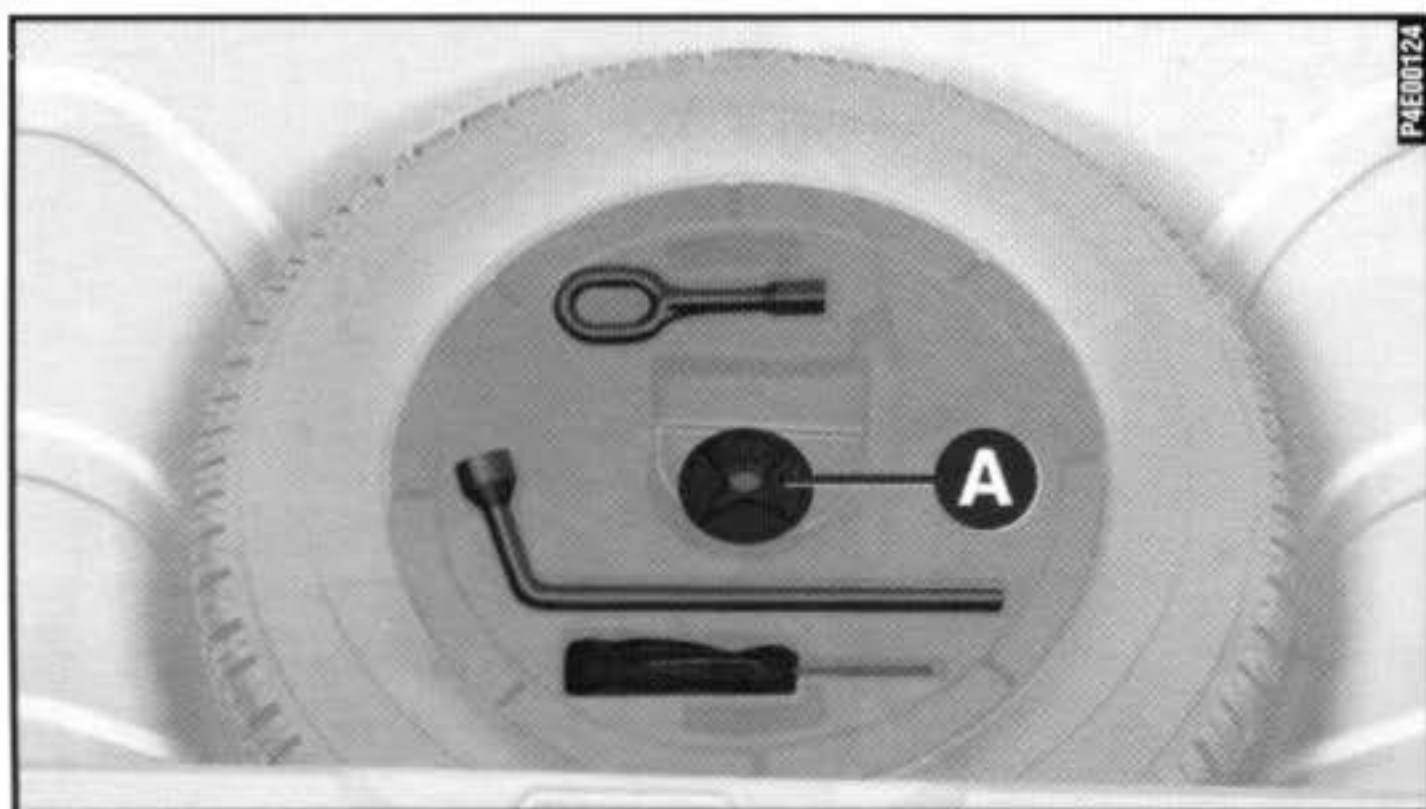

fig. 2
- Desatarraxar o dispositivo de bloqueio **A-fig. 2**, tirar o suporte das ferramentas e a roda sobressalente.